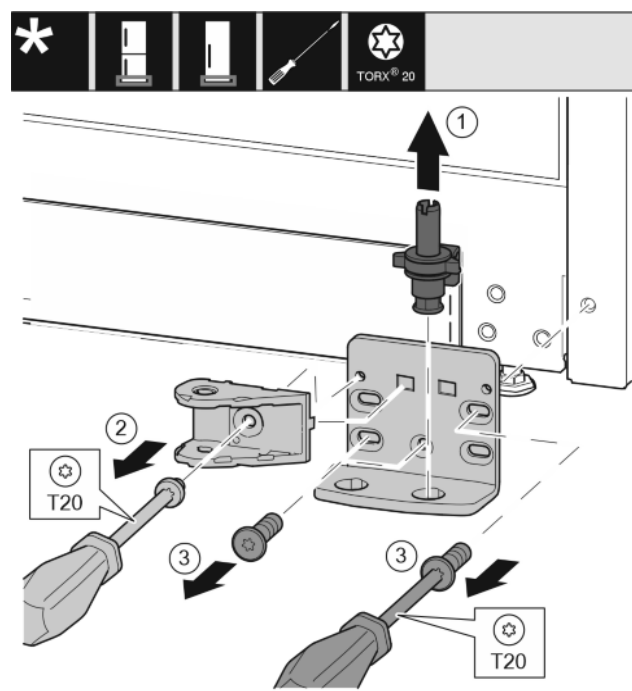

Fig. 27
- ▶ Estrarre completamente il perno di supporto verso l'alto. Fig. 27 (1)
- ▶ Svitare la vite con il cacciavite T20 e rimuovere il collegamento dell'ammortizzatore di chiusura. Fig. 27 (2)
- Svitare le viti con il cacciavite T20 e rimuovere il blocco di supporto. Fig. 27 (3)